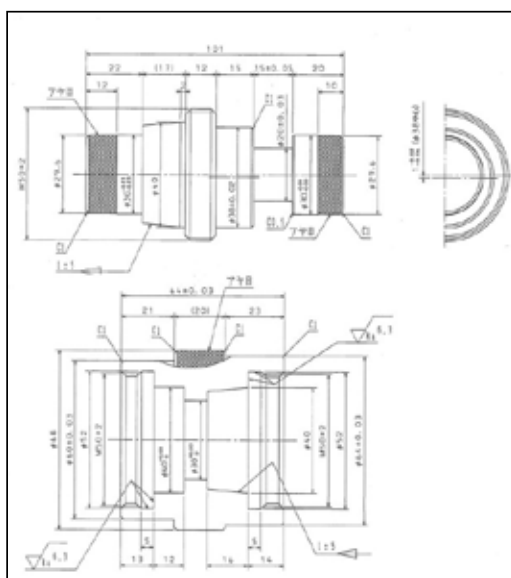

図 1 旋盤部門の加工課題
図 1 に第 12 回若年者ものづくり競技大会旋盤部門の加工課題を示す。図 1 の上が部品①で、全長が 101mm、両端にローレット加工を施し、中央部には M50×2 のネジ加工等を行う。図 1 の下が部品②で、全長 64mm 内径 30mm や 40mm 等の寸法に仕上げる。内径の両端に M50×2 のネジ加工を行い、部品①と部品②が円滑に組み付けが出来ることとなっている。競技時間は、標準時間が 3 時間で、3 時間 30 分で打ち切り時間となり、課題が未完成でも終了となる。